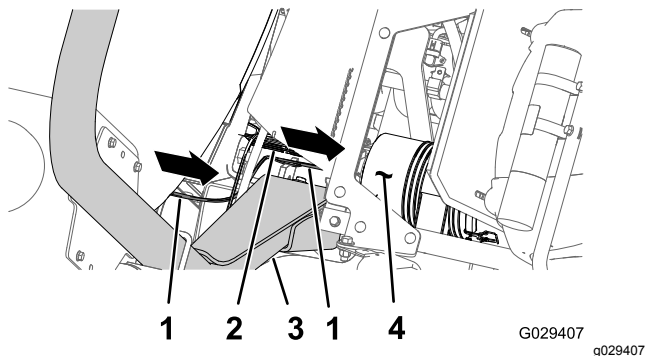
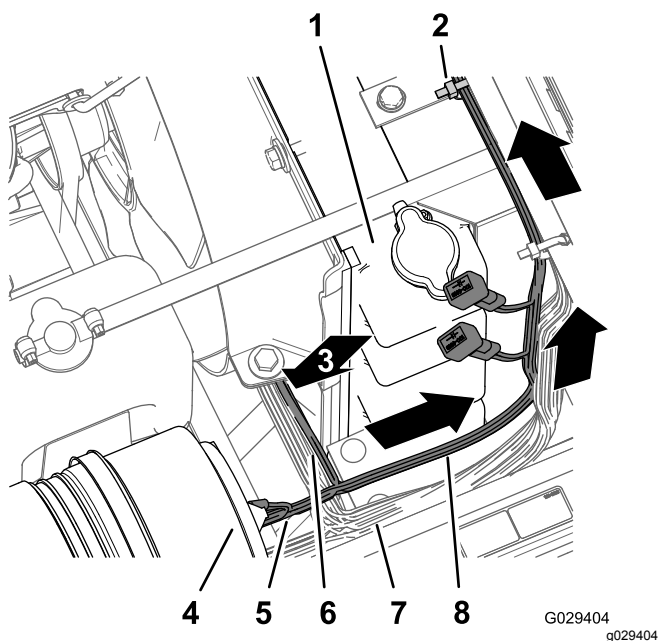

Figura 192
Figura 193
1. Encaminhe a cablagem do kit de acabamento para a frente entre a barra do ROPS e o canto inferior do depósito do pulverizador, ao longo da cablagem da máquina e abaixo do filtro de ar do motor (Figura 192 e Figura 193).
anel e conector de 5 tomadas) para cima ao longo do lado direito do radiador, através da parte superior do radiador, debaixo da base da consola central (Figura 193).